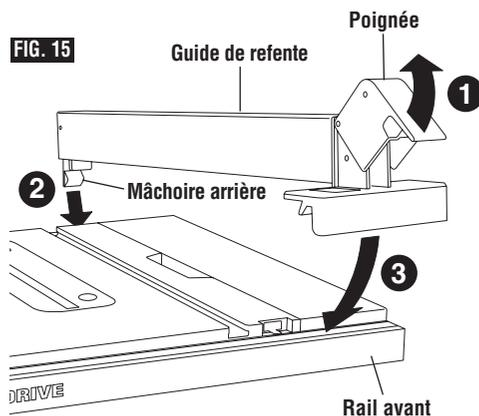

FIG. 15
1. Levez la poignée du guide de refente comme indiqué (Fig. 15) de manière à ce que la mâchoire soit sortie suffisamment pour se monter sur la table et dans la rainure en V située au dos du rail arrière.